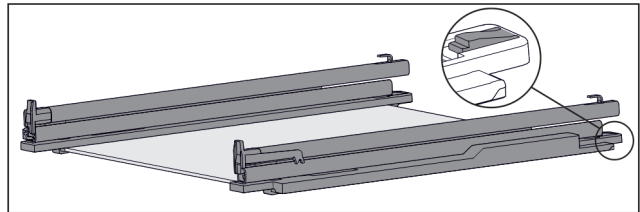

Fig. 110 Glasplaat met rails en vasthouddelen
- ▶ Vasthouddel achter omlaag duwen (zie Fig. 110) en tegelijk rails naar achteren schuiven.